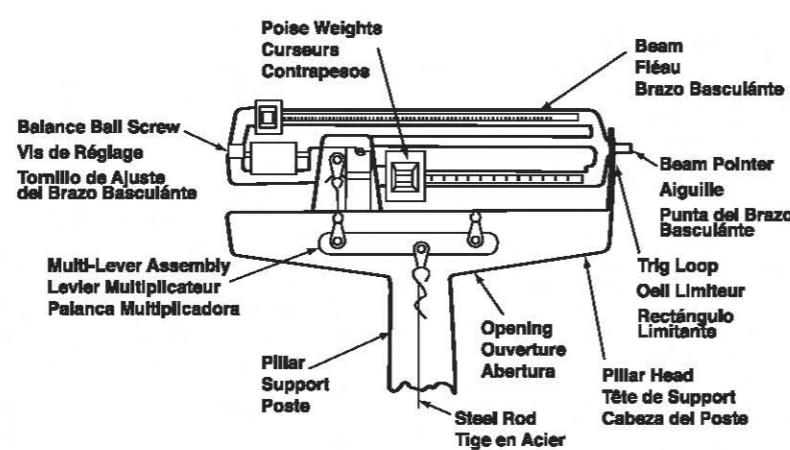

Fig. 3
- NOTE: The proper position of the multi-lever assembly in order to attach the steel rod to the base is shown in Figure 3. This assembly must be free floating in the pillar head. This can be observed through the opening between the Pillar Head and the Pillar.
- REMARQUE: La figure 3 indique la position correcte du levier multiplicateur pour permettre la fixation de la tige en acier au socle. Le levier multiplicateur doit flotter librement dans la tête du support. La vérification de cette action s'effectue par l'ouverture se situant entre la tête du support et le support.